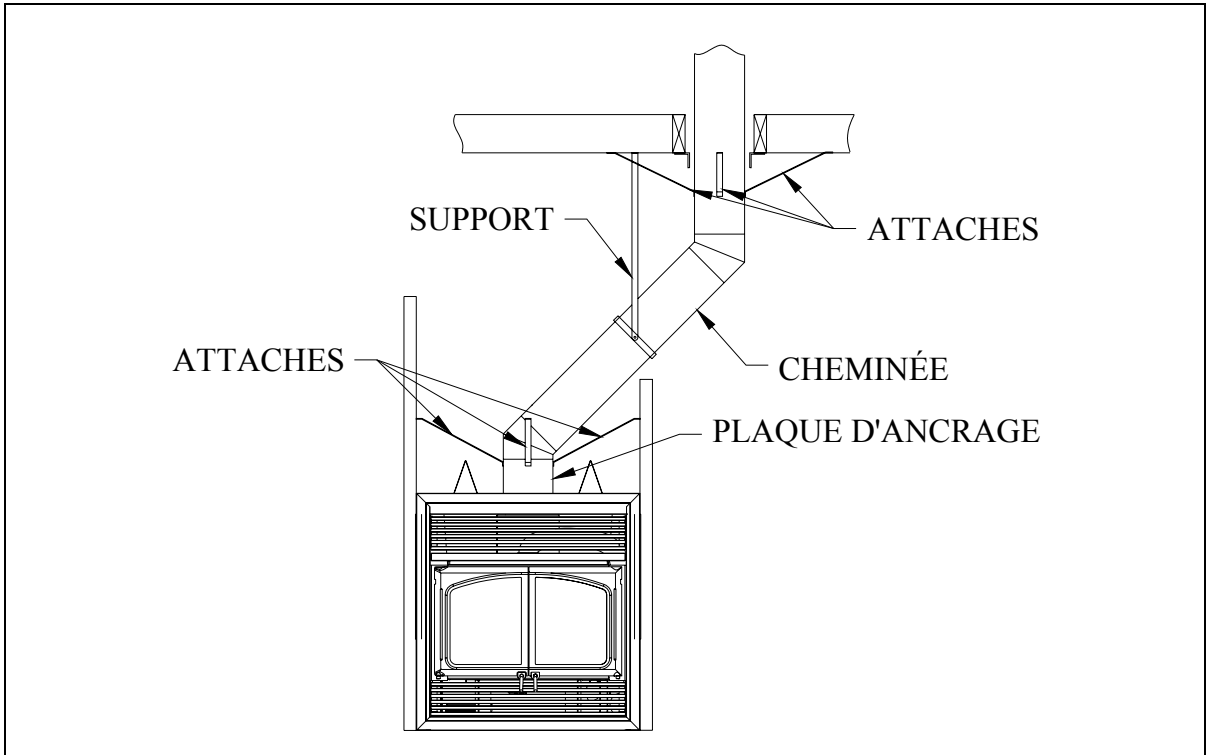

Figure 25
1. Installez le premier coude; tournez-le dans la bonne direction. Fixez-le à la cheminée en suivant les instructions du fabricant de la cheminée. Dans de nombreux cas, il est recommandé des fixer les raccords à l'aide de trois (3) vis à métal de ½" (12 mm).
2. Installez les sections de cheminé qu'il faut pour obtenir le décalage nécessaire. Verrouillez les sections de cheminée ensemble en suivant les instructions du fabricant de la cheminée. Dans de nombreux cas, il est recommandé d'utiliser trois (3) vis de ½" (12 mm). Si la section décalée comporte deux sections de cheminée ou plus, de nombreux fabricants de cheminée exigent que vous utilisiez un support de décalage ou de toit à moitié chemin du décalage. Si la cheminée traverse un mur, installez un coupe-feu mural fourni par le fabricant de la cheminée (voir figures 25 et 26).